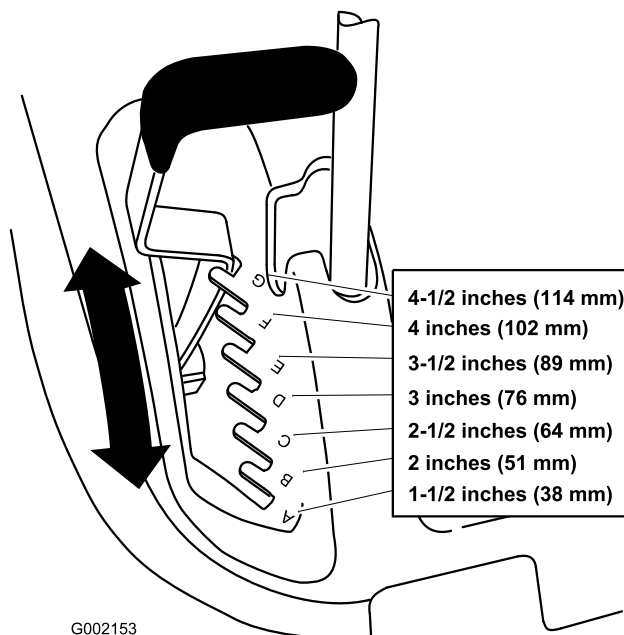

Figure 14
1. Relevez le levier de sélection de hauteur de coupe en position de transport (qui correspond aussi à la hauteur de coupe de 114 mm) (Figure 14).
2. Pour régler la hauteur de coupe, tirez sur le levier de hauteur de coupe et sélectionnez la position souhaitée (Figure 14).